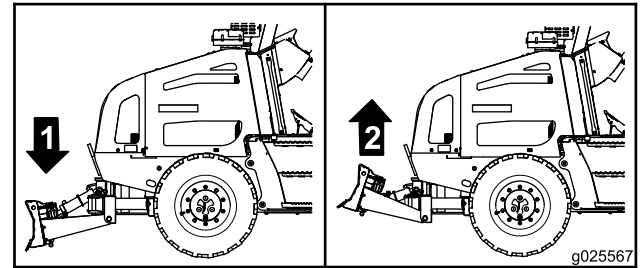

Figure 50
- Pour abaisser la lame de remblayage : poussez le levier multifonction en avant (Figure 50).
- Pour soulever la lame de remblayage : tirez le levier multifonction en arrière (Figure 50).